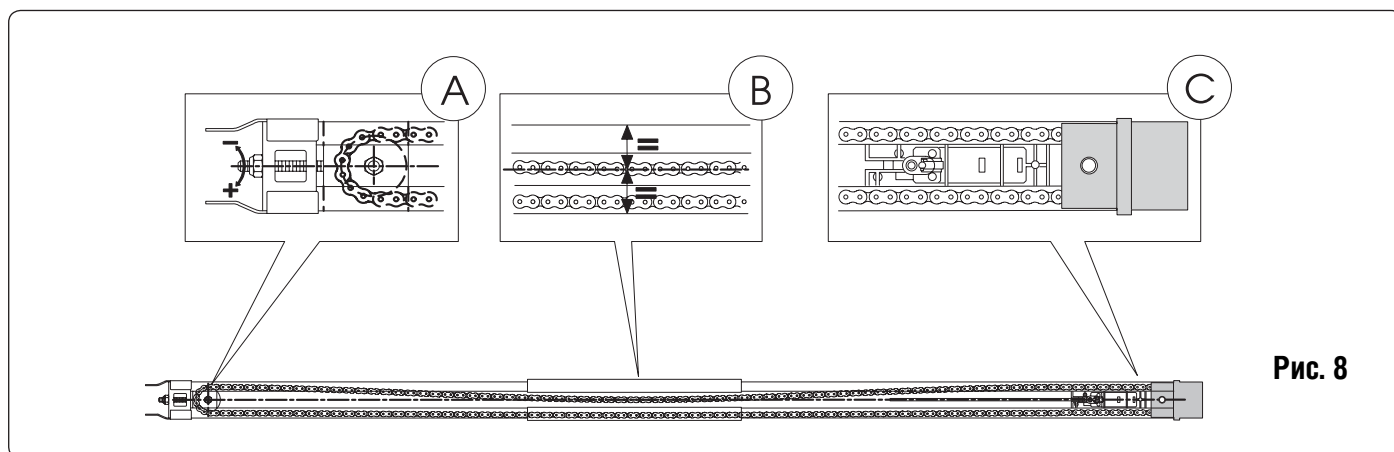

Рис. 8
2. Протяните ролик с цепью по всему пути направляющей (Рис.8 выноска А), доведя его почти до края.
3. Соедините переднее крепление (рис. 8 выноска Б) с роликом (рис. 8 выноска А).
4. Отрегулируйте натяжение цепи регулировочной гайкой (рис.8 выноска В).